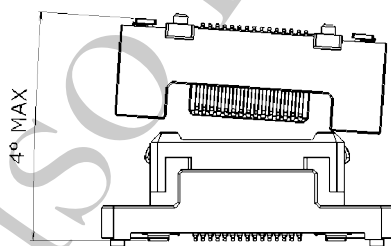
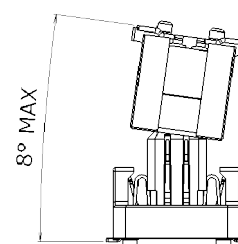

図 1/Fig.1
図 2/Fig.2
- ・誘い込み時の角度は図1～図2 になりますので、記載角度以下で位置決めをして下さい。
/Figure 1 and 2 show guiding angle. Please locate it below the described angle.